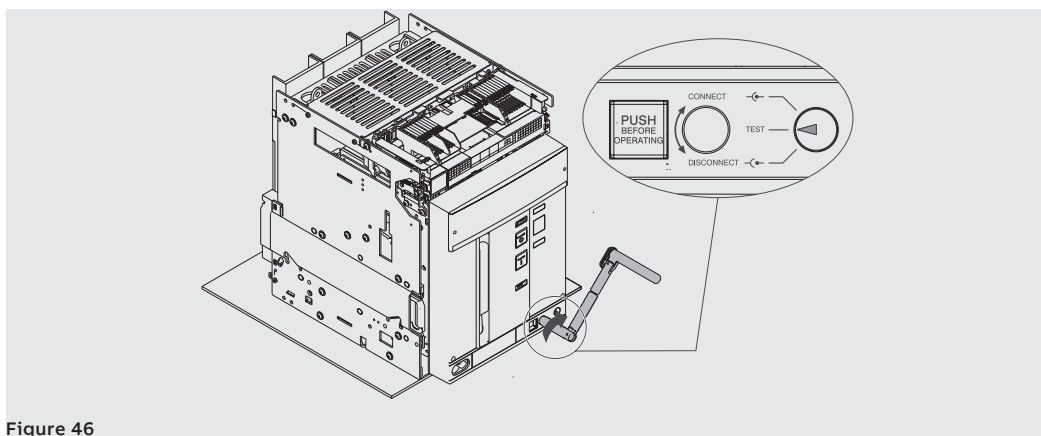

Figure 46
10. Tourner la manivelle dans le sens horaire jusqu'à ce que le bouton sorte et l'indicateur signale que le disjoncteur est en position **TEST**. Voir Figure 46.